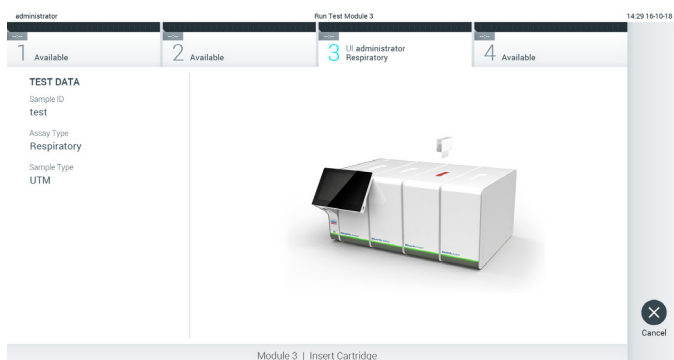

**Figure 26. Écran Confirm (Confirmation).**
5. L'écran Confirm (Confirmer) s'affiche. Vérifiez les données saisies et introduisez les modifications nécessaires en appuyant sur les champs correspondants de l'écran tactile et en modifiant les informations (figure 26).